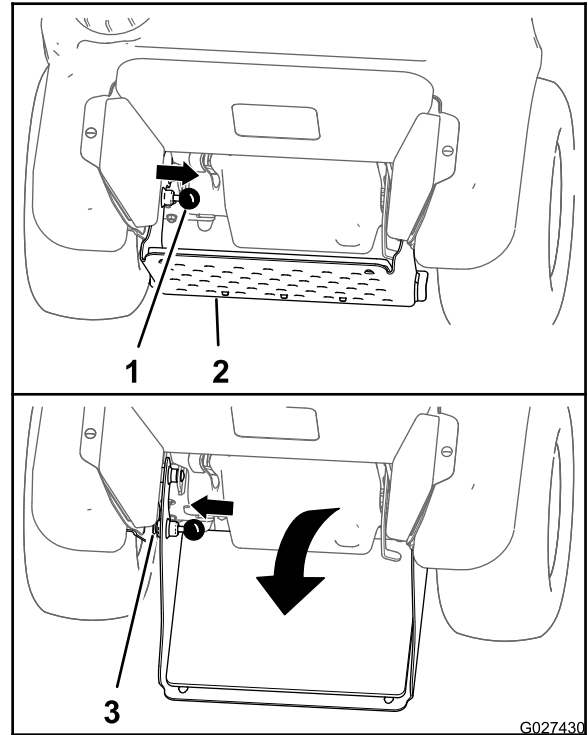

Figura 17
1. Tire hacia dentro el pomo de bloqueo de la plataforma hasta que el pasador salga del taladro superior del chasis (Figura 17).
2. Pivote la plataforma del operador hacia abajo hasta que el pasador de bloqueo de la plataforma esté alineado con el taladro inferior del chasis (Figura 17).
3. Mueva el pomo de bloqueo de la plataforma hacia fuera hasta que el pasador sobresalga del taladro inferior (Figura 17).
2. Pivote la plataforma del operador hacia arriba hasta que el pasador de bloqueo de la plataforma esté alineado con el taladro superior del chasis (Figura 17).
3. Mueva el pomo de bloqueo de la plataforma hacia fuera hasta que el pasador sobresalga del taladro superior (Figura 17).